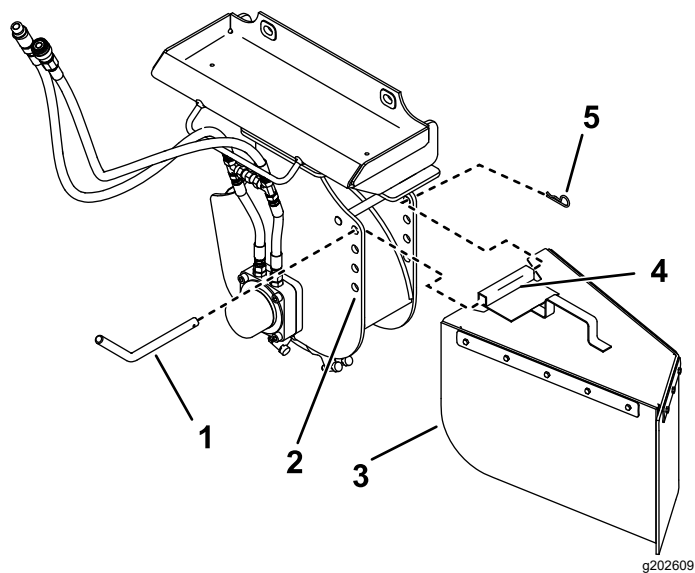

図 10
スタンプグラインダには、チップガード取り付け用の穴が 4 組あります 図 10。地表面近くで切り株を削る時にはガードを上を移動し、背の高い切り株を削る
1. ガード上に取り付けチューブを位置決めするグラインダの2つの穴の間に合わせる 図 10。
2. グラインダと取り付けチューブの穴に、ガードピンを通す 図 10。
3. ヘアピンコッターでガードピンを固定する 図 10。